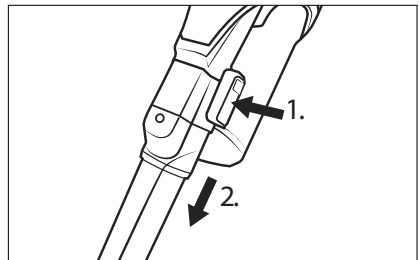

Abb. 15
- ♦ Zum Entfernen des Zubehörs halten Sie die Entriegelungstaste am Zubehör gedrückt und ziehen Sie dann das Zubehör vom Saugrohr **24** oder von der Saugöffnung des Gerätes ab (siehe Abb. 15).